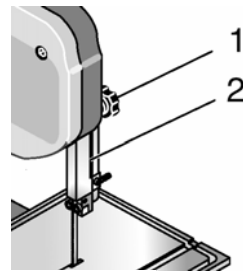

Fig. 2
4. Vor dem Sägebeginn Führungsteil knapp über dem Sägegut einstellen. Dazu Knebelschraube 1 lockern (siehe Fig. 2), Führungsteil 2 in die gewünschte Position schieben und wieder mit Knebelschraube festklemmen